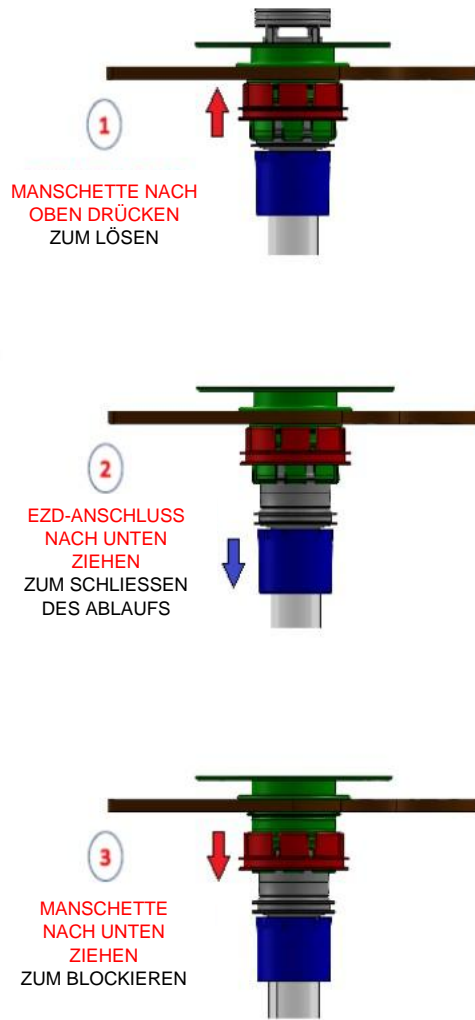

Abbildung 18. Übergang von geöffnet zu geschlossen (stoppt den Flüssigkeitsfluss)
16. Bestätigen, dass der Auslass komplett geschlossen ist, indem die Manschette bis zum Einrasten nach oben geschoben, dann der blaue BarbLock' zum Schließen des Auslasses fest nach unten gezogen und dann die Manschette zum Verriegeln wieder nach unten geschoben wird (Abbildung 18).